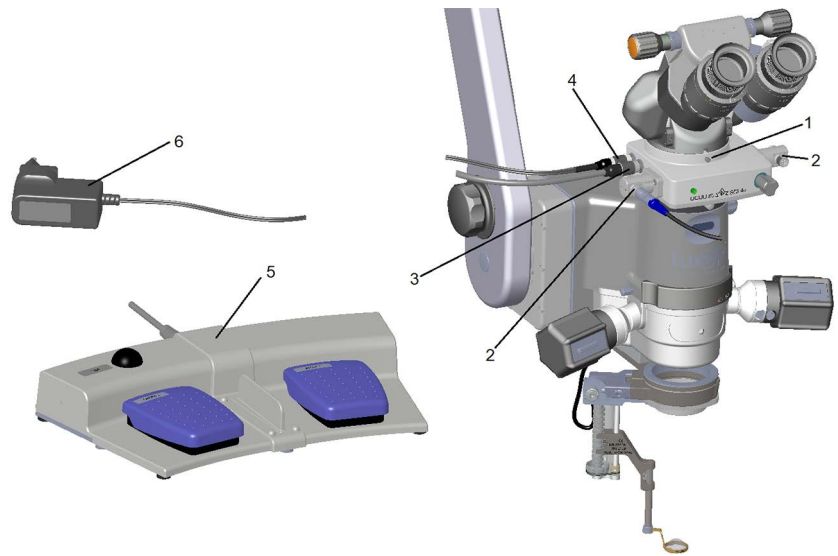

Fig. 4-2: Ejemplo: SDI® 4c en el microscopio
- ➔ Proceda de la misma manera al colocar el divisor de haz, el tubo binocular y otros módulos del microscopio: Apriete también con cuidado el pasador de rosca del SDI® 4 (→ Fig. 4-2 (página 21), n.º 2) con el destornillador hexagonal suministrado y compruebe a continuación que esté bien fijado.
- Después de insertar los enchufes en las clavijas conectoras (→ Fig. 4-2 (página 21), n.º 3 y 4) fíjelos girando la unión atornillada (casquillo moleteado).